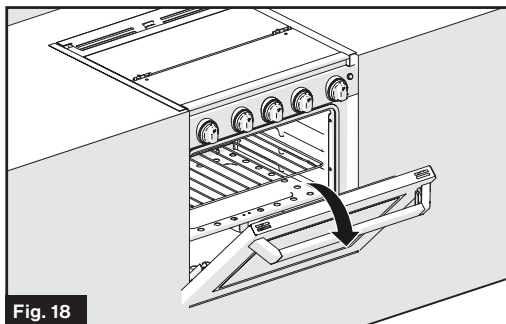

Fig. 18
1. Tire de la manija del horno para abrir la puerta. Si siente olor a gas, ¡deténgase! Consulte la sección de instalación y siga las instrucciones que se indican para el electrodoméstico. (Fig. 18)